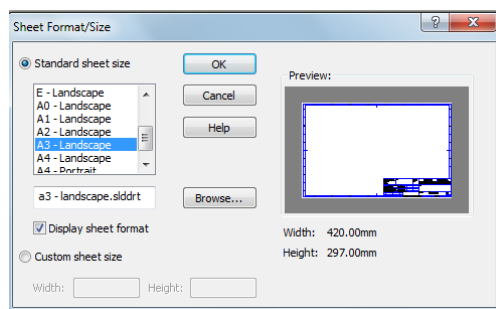

Рис. 9.1.2. Вибір формату листа
2. Перед вами появиться стандартне вікно вибору формату листа для креслення (рис.9.1.2).